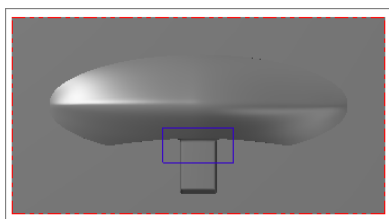
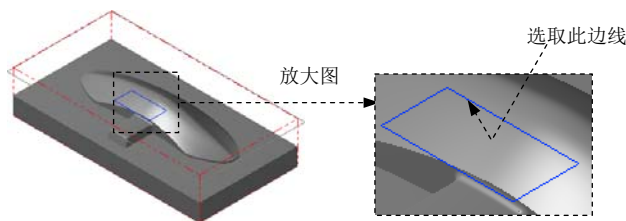

图 9.17 绘制边界（顶视图）
图 9.18 绘制矩形边界（等角视图）
Step1. 绘制边界。单击顶视图 按钮，选择下拉菜单 **绘图(C)** → **矩形(R)...** 命令，系统弹出“矩形”工具栏。在“矩形”工具栏的 后的文本框中输入值 60，在 后的文本框中输入值 -30，按 Enter 键。在绘制区域单击确定矩形的放置位置（图 9.17），单击 按钮，完成矩形边界的绘制，结果如图 9.18 所示。
(2) 设置加工边界。在 **Containment boundary** 区域中单击 按钮，系统弹出“串连选项”对话框。在图形区中选取图 9.18 所示的边线，单击 按钮，系统返回至“刀具路径的曲面选取”对话框。